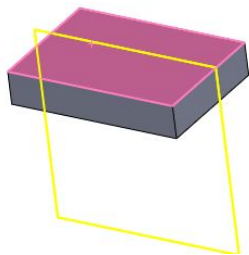

图 1-46 垂直于曲线生成基准面
(6)  **【垂直】**: 可生成垂直于一条边线、轴线或者平面的基准面，如图 1-46 所示。